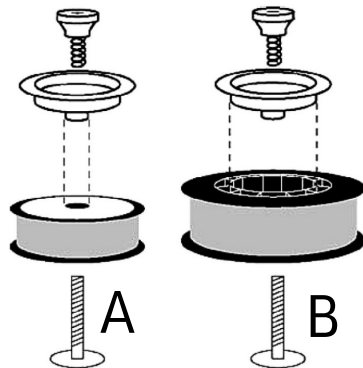

Fig. 5
- a. **Bobine de fil de 4 po** - Installez les pièces du frein d'entraînement sur le dessus de la bobine comme indiqué à la fig. 5-A.
- b. **Bobine de fil de 8 po** - Installez l'adaptateur de broche et les pièces du frein d'entraînement comme indiqué à la fig. 5-B.